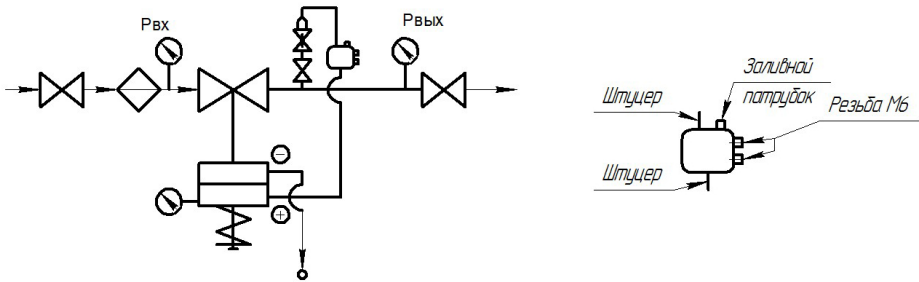

Рисунок 4
- установить штуцер из комплекта регулятора на трубопровод согласно схеме подключения регулятора (рис. 4) в месте, удобном для подсоединения импульсной линии. Штуцер вкручивается в запорный кран (внутренняя резьба G ½) на отводе трубопровода;